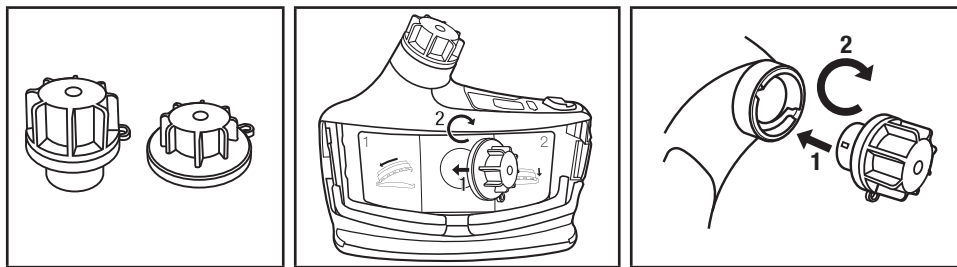

Fig. 15 – Pose des couvercles de nettoyage et d'entreposage du souffleur à moteur
- Si un nettoyage additionnel est requis, retirer le filtre ou la cartouche et le tuyau de respiration. Pour que le moins de matière possible tombe dans le souffleur à moteur, enlever le tuyau de respiration (Fig. 11) et le filtre ou la cartouche (Fig. 6) lorsqu'ils sont tournés vers le bas. Retirer la pile. Poser les obturateurs de nettoyage et d'entreposage dans les orifices d'entrée et de sortie (trousse de nettoyage et d'entreposage TR-653 3M^{MC}) sur le respirateur TR-800 (Fig. 15). Le respirateur TR-800 peut alors être rincé sous l'eau courante, immergé ou mis dans une machine à laver pour respirateurs pour un nettoyage plus en profondeur. La température de l'eau ne doit pas dépasser 50°C (122°F). S'assurer, avant chaque utilisation, que les joints d'étanchéité des obturateurs ne sont pas usés ou endommagés. Remplacer les joints d'étanchéité usés ou endommagés. Le fait de laver le respirateur TR-800 lorsque les joints d'étanchéité des obturateurs sont endommagés peut le détériorer et annuler la garantie. Ne pas immerger ni mettre dans une machine à laver les souffleurs qui sont tombés par terre ou qui ont été endommagés. Remplacer les joints d'étanchéité toutes les 30 utilisations ou annuellement, selon la première éventualité, afin de réduire l'utilisation de joints d'étanchéités usés.